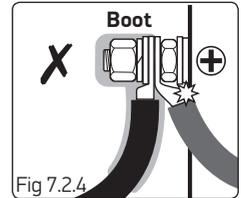

Fig 7.2.4
- ▶ Fig. 7.2.4 : cosse tordue et en contact avec le moteur.